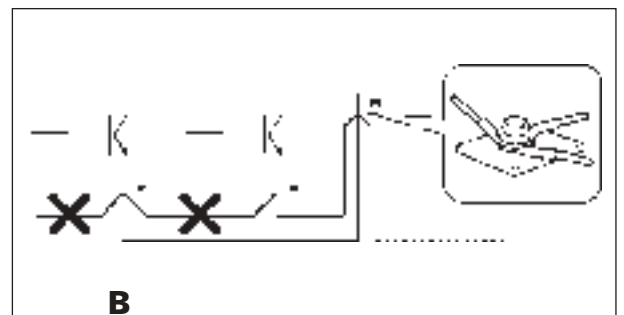

Fig. 126b
**NO UTILIZAR NUNCA PARA LAS CONEXIONES DE MASA LOS PUNTOS PARA LA CONEXIÓN A MASA DEL MOTOR - Fig. 126b**